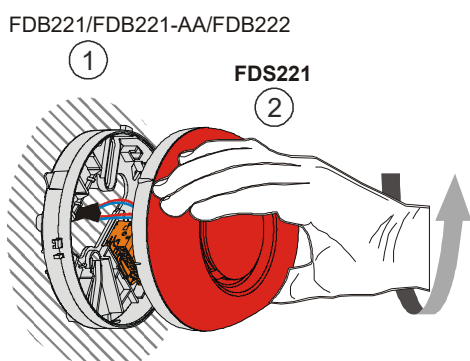

Fig. 1
2. Turn the alarm sounder FDS221 manually into the detector base until snap in (Fig. 1).
2. Drehen Sie den Alarmtongeber FDS221 von Hand in den Meldersockel ein bis er einrastet (Fig. 1).
2. Vissez le diffuseur sonore FDS221 à la main dans l'embase de détecteur jusqu'à ce qu'il s'encliquette (fig. 1).
2. Enrosque la sirena de alarma FDS221 manualmente en el zócalo del detector hasta que encaje (Fig. 1).
2. Avvitare la sirena d'allarme FDS221 manualmente sulla base finché non scatta in posizione (Fig. 1).